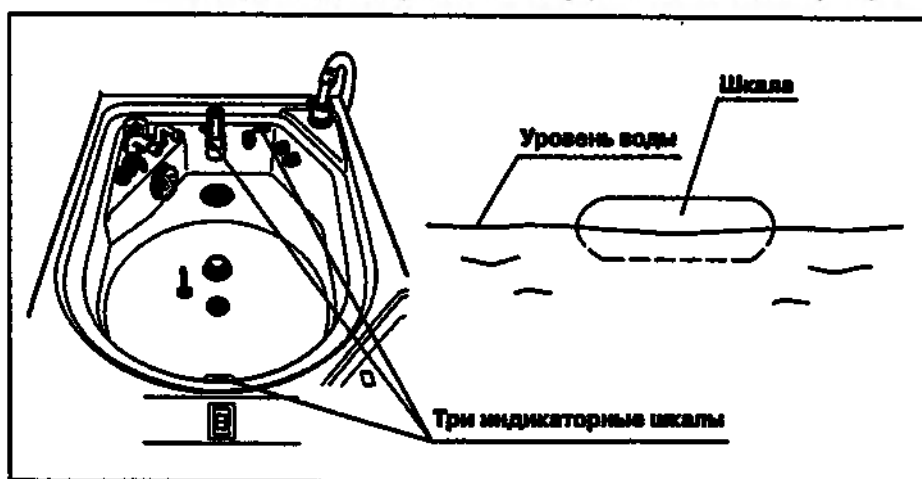

Рис. 4.27
5. Убедитесь в том, что уровень воды находится в пределах каждой из трёх индикаторных шкал внутри моечной ванны (см. рис. 4.27).